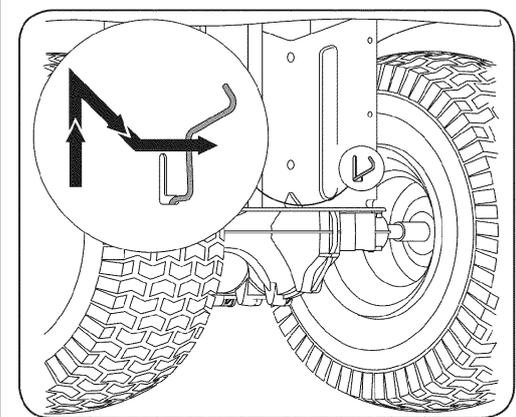

Рис. 10
1. Определите местоположение тяги клапана, расположенной в задней части газонного трактора. См. Рис. 10.